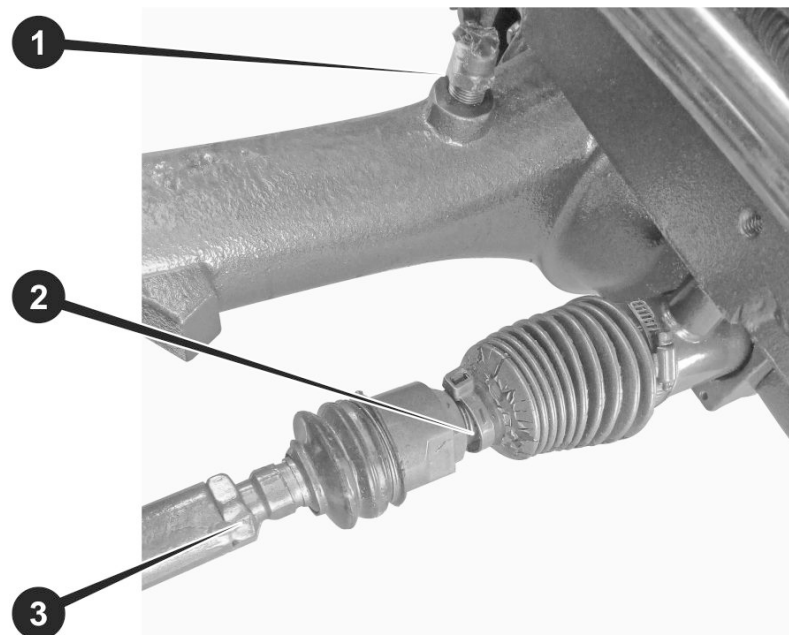

Рисунок 20. – Регулювання сходження передніх коліс
Регулювання сходження проводиться шляхом зміни ефективної сумарної довжини штока (8) циліндра ГОРУ (див. рис. 20.). Для цього необхідно відкрутити на кілька витків контргайки (9) з обох сторін штока (8). Провертаючи шток у той або інший бік, домогтися потрібного сходження передніх коліс. Потім надійно затягнути контргайки (2).
Колію задніх коліс трактора можна змінити перестановкою дисків коліс на осі і ободів коліс на дисках. Зміна ширини колії проводиться вибором положення колісного диска на маточині – опуклістю всередину або назовні; вибором варіанта кріплення обода на диску – з внутрішнього боку диска або з зовнішнього; вибором варіанту розташування обода – вушками всередину або назовні. Схеми регулювання колії наведені на рис. 20.